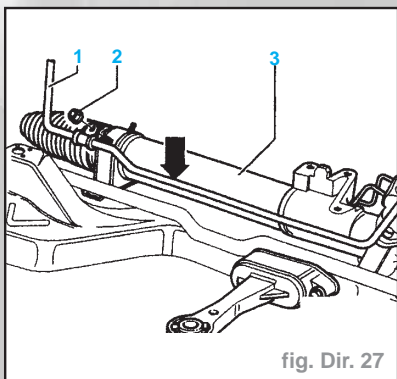

fig. Dir. 27
- Visser la conduite de retour (fig. Dir. 27).